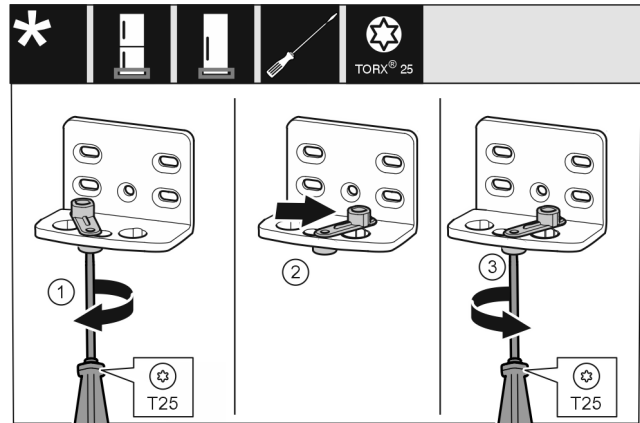

Fig. 23
- ▶ Skrutkovačom T25 voľne zaskrutkujte skrutku. Fig. 23 (1)
- ▶ Pomôcku na zatváranie dverí zdvihnite a otočte o 90° doprava v otvore. Fig. 23 (2)
- ▶ Skrutkovačom T25 pevne zaskrutkujte skrutku. Fig. 23 (3)